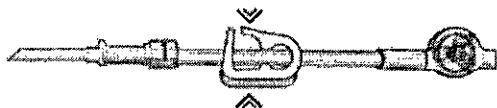

Fig 16. Pinza del tubo de plástico en el Tubo n.º 1
14. Cierre la pinza del Tubo n.º 1 (Fig. 16) y, a continuación, introduzca el extremo puntiagudo del Tubo n.º 1 en un puerto de inserción de la bolsa I.V. (vea la Fig. 17).